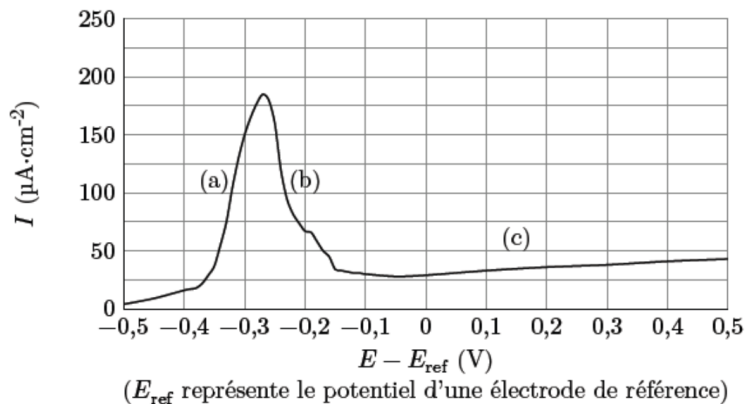

Figure 7 : Courbes courant--potentiel avec une électrode de travail en aluminium
La couche d'alumine Al_2O_3 constitue une barrière naturelle contre la corrosion mais il est d'usage d'augmenter son épaisseur au moyen d'une électrolyse pour en améliorer l'efficacité. La figure 7 reproduit la courbe courante surfacique (I) --potentiel (E) acquise avec une électrode de travail en aluminium plongeant dans une solution conductrice.